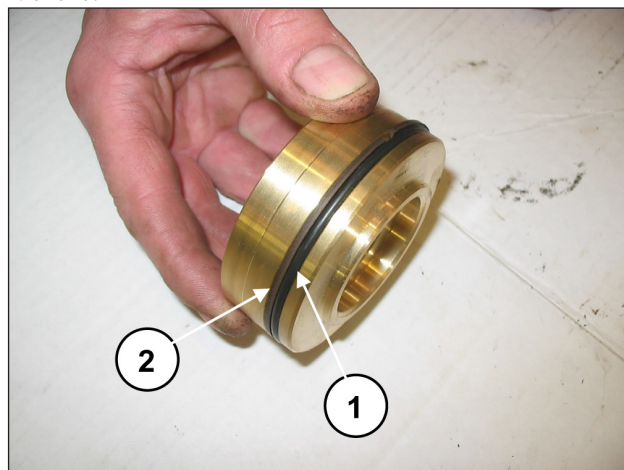

Рис. 131
Установите уплотнительное кольцо, поз. №17 на деталировочном чертеже (поз. ①, Рис. 131), и антиэкструзионное кольцо, поз. №21 на деталировочном чертеже (поз. ②, Рис. 131), в пробку нагнетательного клапана.